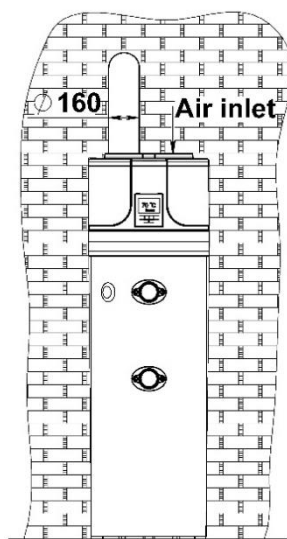

Fig. 5b – Exemplu de conductă de aer dublă
- Aer de intrare și aer de evacuare din/în afara încăperii (**Fig. 5b**).